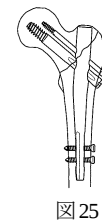

図25
- 24) ラグスクリュー用インサータを取り外し、インプラントの状態を正面像及び軸射／側面像で確認し、縫合して手術を終了します。（図25）